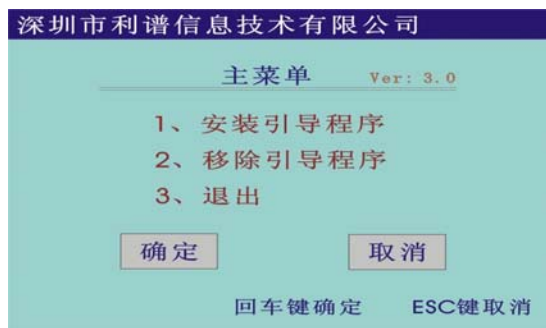

图 3.1
- (1) 硬件安装完成后，将产品光盘放入光驱，使计算机从光盘启动。
- (2) 计算机从光驱启动后，进入光盘里对应隔离卡型号的 DOS 目录，执行 install.exe 屏幕会出现如图 3.1 所示安装界面，选择第一项“安装引导程序”，安装成功后退出程序，取出产品光盘。该 DOS 环境下切换程序必须在三个硬盘上分别安装。